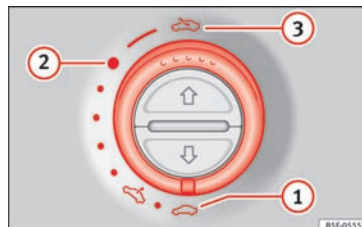

Fig. 11
- Åbning: Drej kontakten til position » Fig. 11 (2).
- Komfortstilling: Drej kontakten til position » Fig. 11 (2).
- Lukning: Drej kontakten til position » Fig. 11 (1).